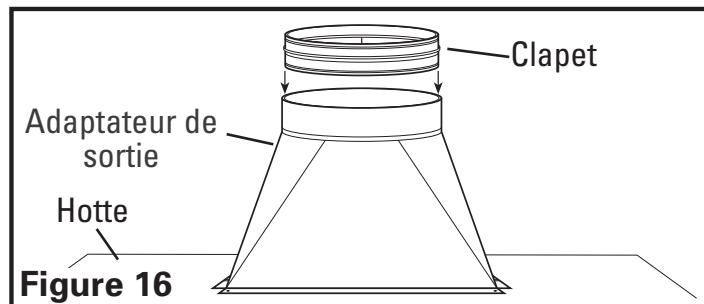

Figure 16
9. Il est fortement recommandé qu'un clapet anti-retour soit installé pour prévenir que l'air extérieur circule vers la maison. Choisir un clapet anti-retour (disponible séparément) de taille appartenant le diamètre de l'adaptateur de sortie. Fixer le clapet anti-retour dans l'adaptateur de sortie, faire l'ajustement serré dans l'ouverture ronde de l'adaptateur jusqu'à ce qu'il soit complètement inséré, en vous assurant que le clapet s'ouvre en provenance de la hotte sinon le débit d'air sera restreint (Figure 16).